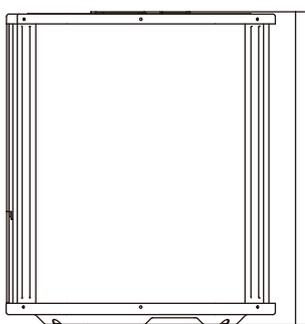
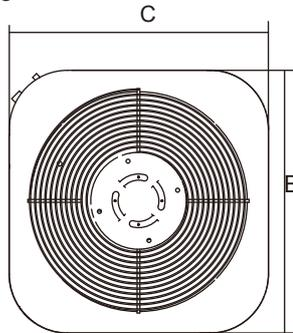

Fig.6-5
Fig.6-6
- La distance minimale entre l'unité extérieure et les murs spécifiée dans le guide d'installation ne s'applique pas aux pièces hermétiques. Assurez-vous de garder deux des trois directions (M, N, P) dégagées (voir Fig.6-5).
| 18 | 633/24.92po | 554/21.81po | 554/21.81po | Référez-vous à Fig.6-5 Fig.6-6 |